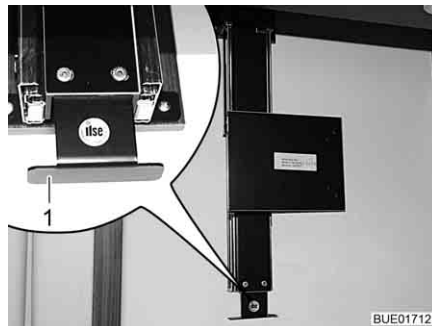

Fig. 67 Support derrière le meuble haut
- Tirer la rallonge jusqu'en butée vers le bas à l'aide de la poignée (Fig. 67,1).